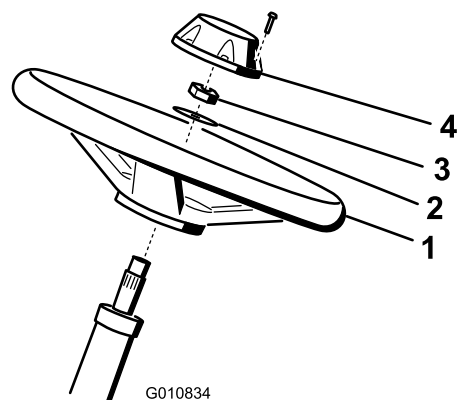

Figure 3
- Glissez le volant sur l'arbre de direction (Figure 3).
- Glissez la rondelle sur l'arbre de direction (Figure 3).
3. Fixez le volant sur l'arbre au moyen d'un écrou de blocage serré à un couple de 27 à 35 Nm (Figure 3).
4. Fixez le couvercle -moyeu au volant avec une vis (Figure 3).